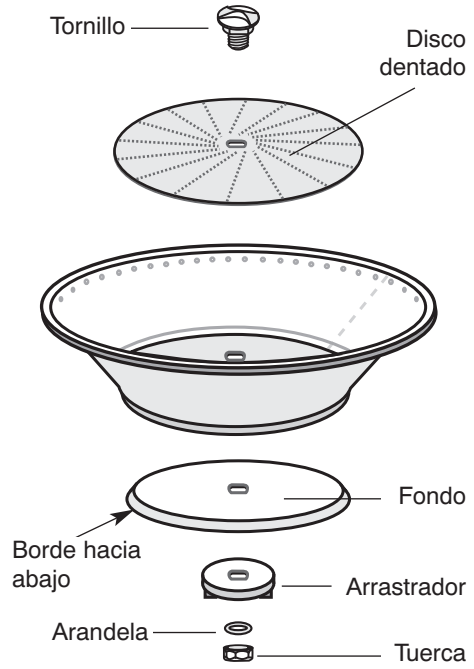

Fig. 9
- **Para la limpieza periódica completa** se pueden desmontar los elementos del filtro desenroscando la tuerca del mismo (Fig. 9).
Para desmontar los elementos del filtro, sujetar con una mano el filtro y desenroscar la tuerca con una llave tubular número 13 (Fig. 9). Después, empujar el tornillo del filtro extrayéndolo.
Montar todo siguiendo el orden inverso (Fig. 9), prestando atención que el fondo del filtro tenga el borde hacia abajo. **Para montar los elementos del filtro** atornillar con la llave tubular de 13. Asegurarse que se hayan apretado correctamente.